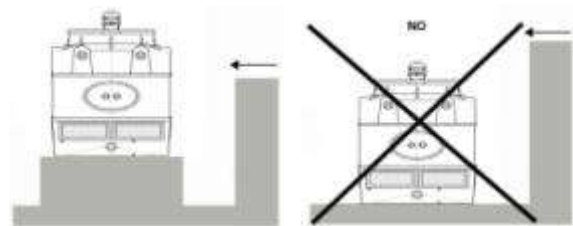

Fig. 21
e) In case of existing obstacles close to the tower and higher than it, it will be necessary to install the tower in a higher position in order to get an air exit at the same height, at least, than the obstacle, especially in case the predominant air direction will be as indicated in Fig 21.
e) S'il y a des obstacles à proximité plus hauts que la tour, hisser celle-ci pour que la décharge de l'air atteigne au moins la hauteur de l'obstacle, surtout dans le cas où la direction prédominante de l'air soit celle indiquée sur la figure 21.